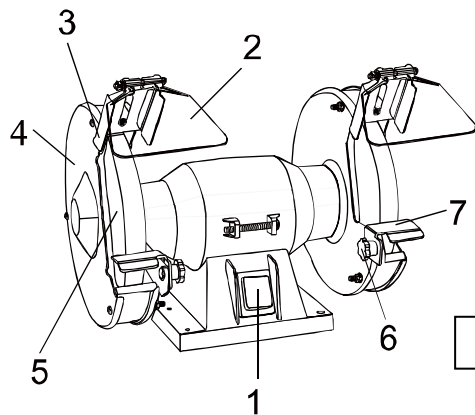

Рис. 1
Специальные опоры (6) (рис.1) должны быть, как можно ближе расположены к точильному диску.
Закрепите на кожухах, используя крепёж из комплекта поставки, рабочие упоры (6) (рис.1) и защитный прозрачный экран (2) (рис.1), как показано на рис.2.